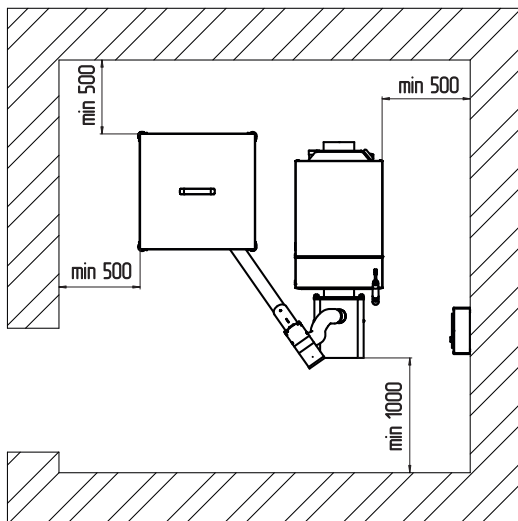

Рис.11 Расположение котельной установки в помещении
7.3.10. Расположение котельной установки в помещении с учетом необходимого для обслуживания пространства (см. Рис.11).